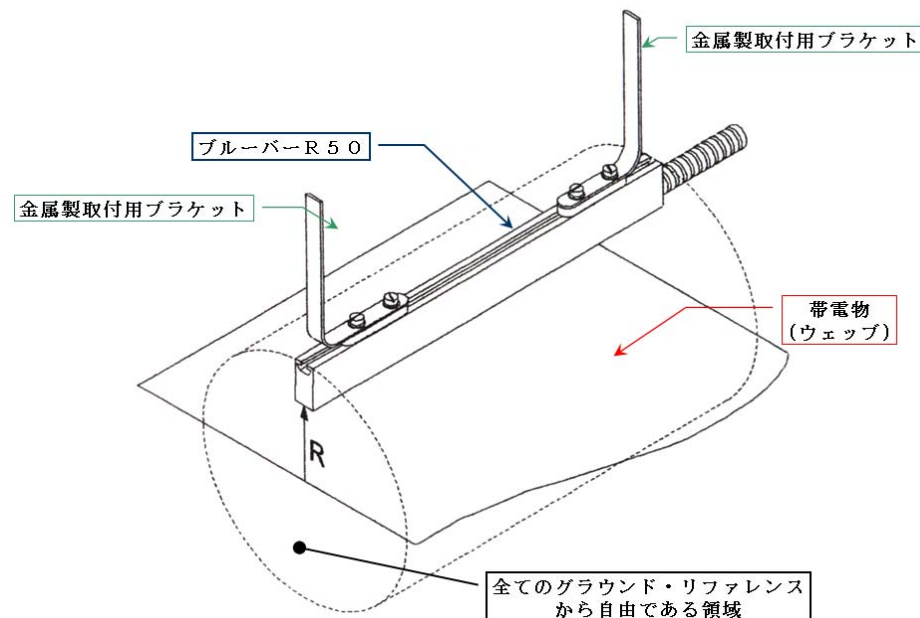

図8 ブルーバーR50の機械フレーム等への取付
- ブルーバーR50を図8に示しますように放電電極は針状で、先端は鋭利に尖っており、容易に肌等に突き刺さります。取り扱いには十分注意して下さい。